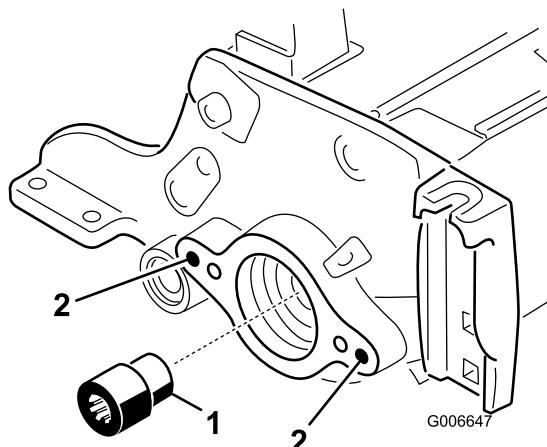

図 22
19. リール駆動シャフトツールを使って、リールシャフトのリールモータ側の端部からスプライン付きインサートを取り外す図 22。モデル 03665 および 03666 にはツール TOR4112 を使用する。モデル 03685 および 03686 にはツール TOR4074 を使用する。スプライン付きインサートが入っていたところのネジ部についているグリスをきれいにふき取ること。
20. リールシャフトに新しい長いスプライン付きインサートを取り付ける図 22。インサートを取り付ける前に、ネジ山部分にロクタイト青を塗りつける。8595 in-lb 11.512.8 kg.m にトルク締めする。